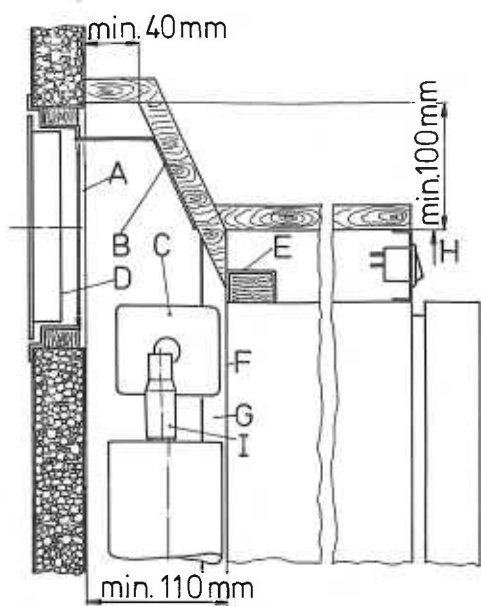
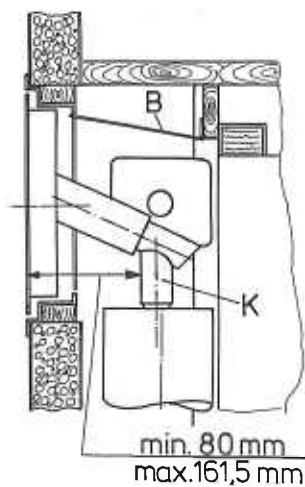

Fig. 6a
Fig. 6b
Het onderste opening moet zo dicht mogelijk bij de nisbodem aangebracht worden, het bovenste opening zo vermogelijk boven de condensor (C) van het koelaggregaat, doch tenminste als getoond in fig. 6b, of beter nog fig. 6a.
De openingen moeten worden voorzien van het **A 1609**-ventilatierooster (D in fig. 6a) dat speciaal tot dit doel door **Electrolux** is ontwikkeld. Ook dient men frame **R 1610** (A in fig.) te monteren. Dan kan men de roosters makkelijk verwijderen, waardoor het mogelijk is de koelkast te inspecteren en kleine reparaties te verrichten zonder de koelkast eerst uit het vak te demonteren.
De ruimte tussen de koelkast en de wand van uw voertuig (fig. 6a/b) is van het woongedeelte afgescheiden. Zo kan er geen koude tocht ontstaan (kamperen in de winter) en kunnen de verbrandingsgassen niet in de wagen doordringen. Daarom is het niet nodig een uitlaat voor de gassen te installeren; deze worden samen met de ventilatielucht afgevoerd door het bovenste rooster.
Een aluminium plaat (B), fig. 6a/b, boven de uitlaatbuis in het inbouwvak (I) vergemakkelijkt de afvoer van warmte.
Verklaring van de aanduidingen in fig. 6a/b: